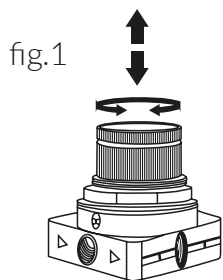

fig.1
3. Regolare la pressione dell'aria in uscita sul filtro / regolatore (vedere fig.1)